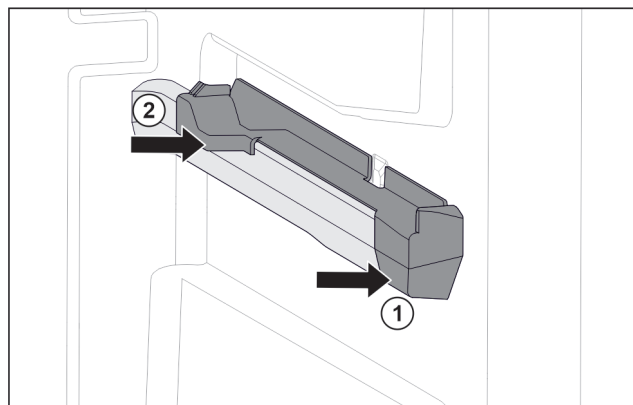

Fig. 131 Element nasadzany na prawym żebrze pojemnika
- Umieścić element nasadzany z przodu na żebrze pojemnika. Fig. 131 (1)
- Docisnąć element nasadzany z tyłu. Fig. 131 (2)